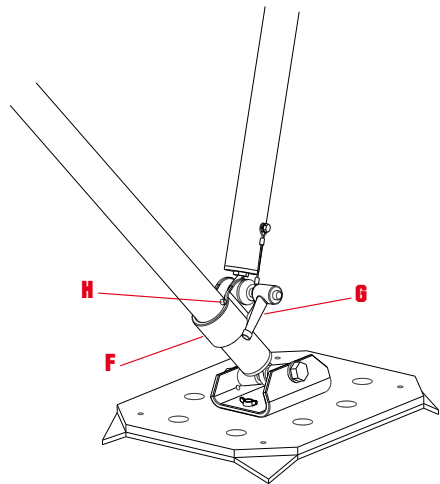

fig. 6
- e) Placer les colliers (F) contre la goupille élastique (H) et les fixer à l'aide du levier de blocage (G) - (fig. 6).